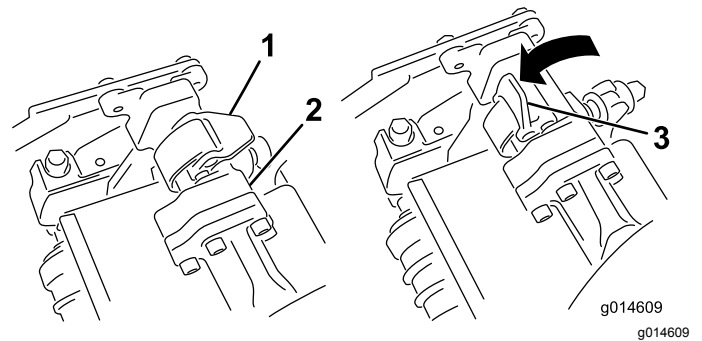
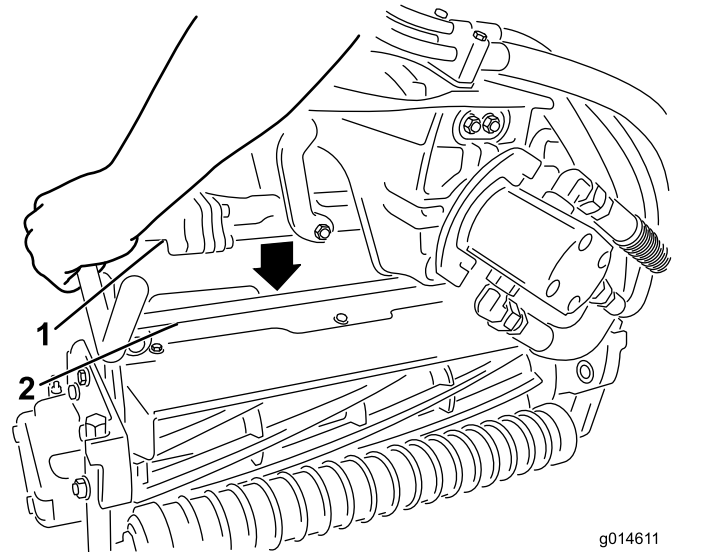

Figura 45
Figura 46
3. Com os fechos na barra do braço de suspensão a apontar para cima (i.e. abertos) (Figura 45), empurre o braço de suspensão para baixo de forma a que a barra passe pela barra através da parte superior da unidade de corte (Figura 46).
4. Feche os fechos para baixo e em redor da barra da unidade de corte e bloqueie-os no sítio (Figura 45).
- Abra os fechos na barra do braço de suspensão da unidade de corte que está a remover (Figura 45).